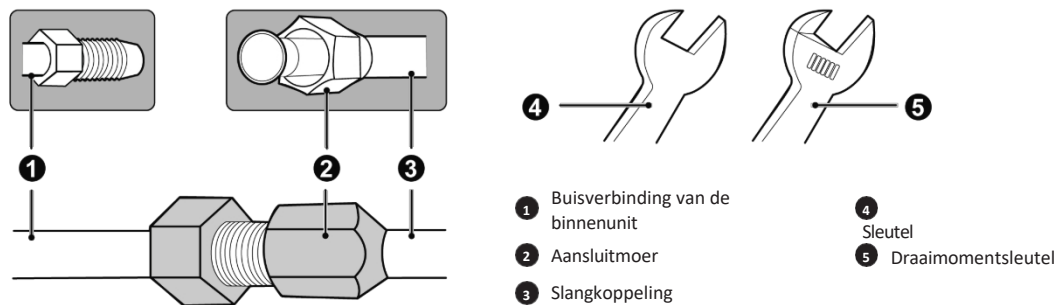

Fig. 4.7
- 1 Plaats de schroefkoppeling in het midden van de flens van de koperen buis en schroef deze vast zoals aangegeven in afb. 4.7.